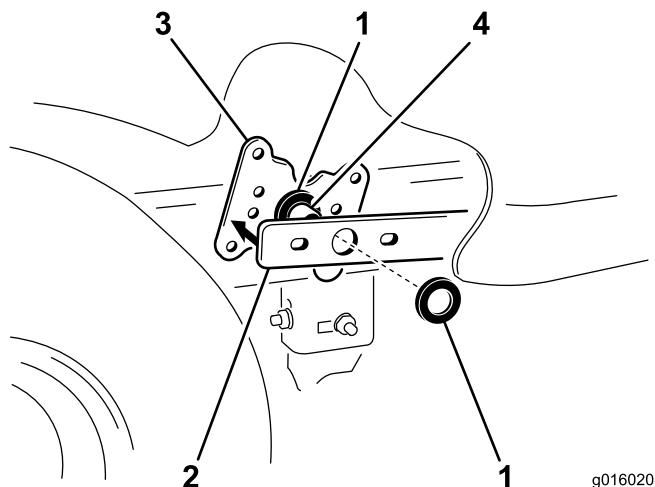

Figura 3
4. Montate una rondella di spinta sul perno di rotazione della leva di sollevamento (Figura 3). Rimontate il braccio unendolo alla superficie di collegamento